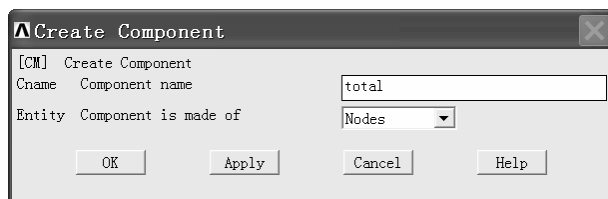
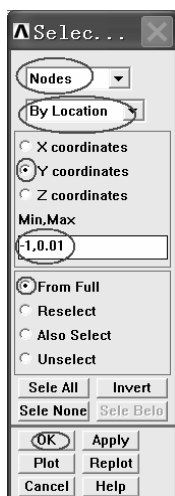

图 10-26 “Create Component” 窗口
图 10-27 “Selec...” 窗口
(2) Utility Menu>Comp/Assembly>Create Component..., 弹出“Create Component”窗口(见图 10-26)。在“Component name”后的方框中输入“total”, 在“Entity Component is made of”后的方框中选择“Nodes”, 然后单击“OK”按钮。
(3) 依次选择 Utility Menu>Select>Everything, 这一步非常重要, 别忘了。
(4) 依次选择 Utility Menu>Select>Entities..., 弹出“Sele...”窗口(见图 10-27)。在该窗口的第一个方框中选择“Nodes”, 在第二个方框中选择“By Location”, 选中“Y coordinates”, 在“Min, Max”下的方框中输入“-1, 0.01”再选中“From Full”前的单选框, 然后单击“OK”按钮。